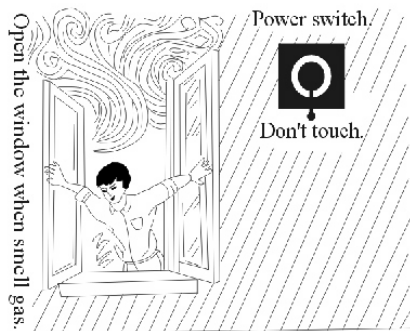

Fig 12
- Controleer altijd de koppelingen op lekkage met zeepwater. Indien een lekkage wordt geconstateerd sluit dan de gaskraan en open meteen de ramen. Zet op dat moment geen schakelaars om of gebruik geen elektrische apparaten of stopcontacten omdat de vlam of vonk kan leiden tot een explosie of brand. (Fig.12)